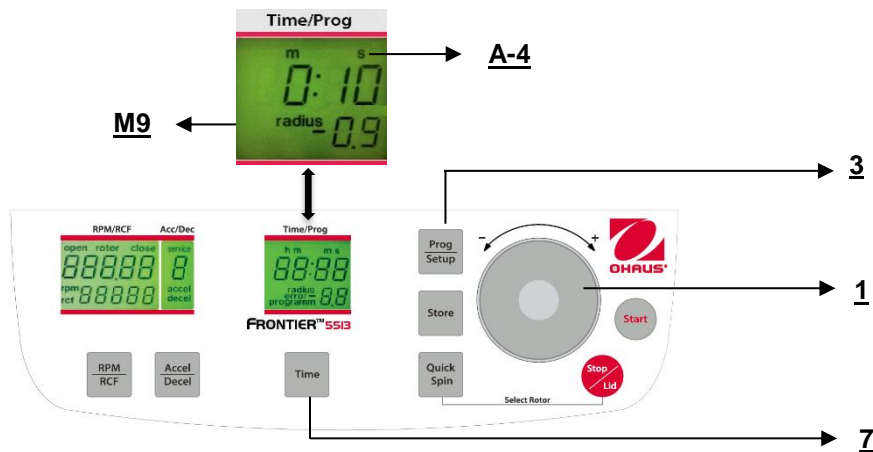

Abbildung. 19
Wenn Sie Adapter oder Reduzierer benutzen, könnte es den Zentrifugalradius des entsprechenden Rotors verändern. In diesem Fall können Sie den korrekten Radius manuell korrigieren. Gehen Sie bitte wie folgt vor: Schließen Sie den Deckel, drücken Sie dann die Taste **"Time"** (7) (siehe Abbildung 19) und die Taste **"Prog/Setup"** (3) zur gleichen Zeit und halten Sie sie. Auf der Anzeige **"Time/Prog"** (A-4) erscheint das Wort **"radius"** (M9). Durch den Anpassungs Wählscheibe (4) können Sie die entsprechende Radiuskorrektur in Schritten von 0,1 cm (Siehe Tabelle 7, ANHANG) vorab auswählen. Sobald Sie die Radiuskorrektur eingestellt haben, erscheint das Wort **"Radius"** (M9). Das Wort wird sichtbar sein, bis Sie die Radiuskorrektur auf 0 zurücksetzen.